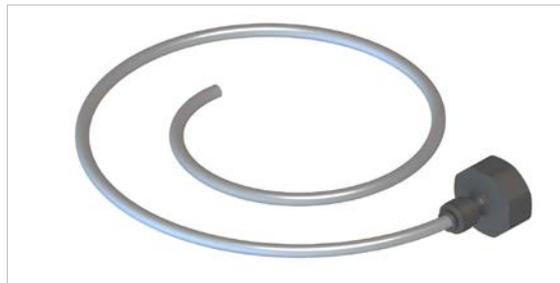

Figure 7.4.5.1.1: Kit de rinçage pour le raccordement au robinet à eau (3/4")
Utilisez le kit de rinçage (figure 7.4.5.1.1) pour rincer le réservoir à pression (kit de rinçage inclus dans la fourniture).
- Préparez le kit de rinçage (figure 7.4.5.1.1) et le tuyau d'entretien faisant partie de la fourniture.